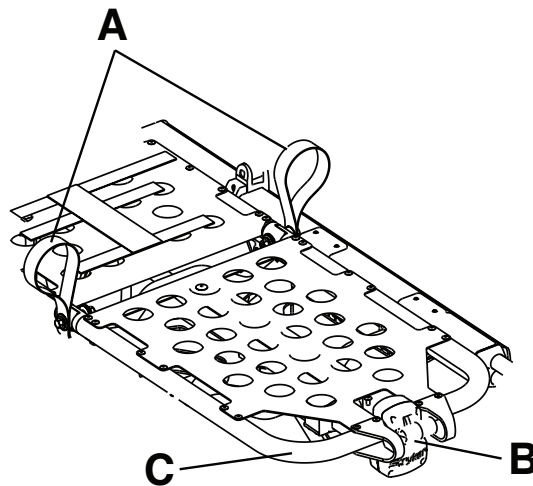

Abbildung 13 – Knieteilverstellung
1. An einer der roten Hebeschlaufen (A) ziehen, bis sich die Knieteilverstellung in der höchsten Stellung befindet (Abbildung 13).
Zum Absenken der Knieteilverstellung an einer der roten Hebeschlaufen (A) ziehen, um den Verriegelungsmechanismus zu entlasten. Die Schleufe festhalten und auf den roten Entriegelungsgriff (B) der Fußstütze drücken, bis sich die Stützhalterung löst (Abbildung 13). Die Knieteilverstellung in die flache Position absenken.
Um die Knieteilverstellung in einer Trendelenburg-Position anzuheben, den Rahmen der Fußstütze (C) so weit wie möglich anheben, bis der Rahmen arretiert (Abbildung 13). Die Stützhalterung fixiert automatisch, wenn der Rahmen entriegelt wird.
Um die Knieteilverstellung in einer Trendelenburg-Position abzusenken, den Rahmen der Fußstütze (C) anheben und bei festgehaltenem Rahmen den roten Entriegelungsgriff (B) der Fußstütze anheben, bis der Rahmen die Stützhalterung freigibt (Abbildung 13). Die Fußstütze in die flache Position absenken.